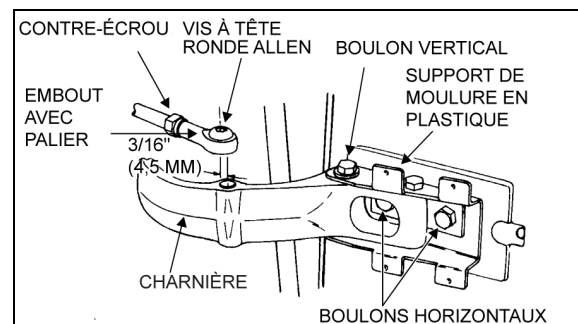

FIGURE 28 : CHARNIÈRE DE PORTE SUPÉRIEURE 18058
- Retirer la vis à tête ronde Allen et la rondelle qui maintiennent l'embout à rotule sur la charnière supérieure. Voir la Figure 28.